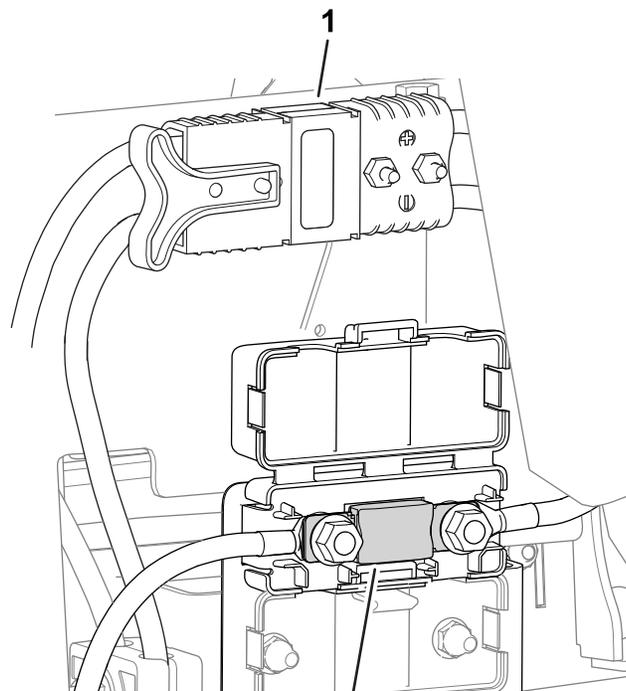

図 46
- 回路保護用のヒューズは主電源コネクタの下にあります 図 46。